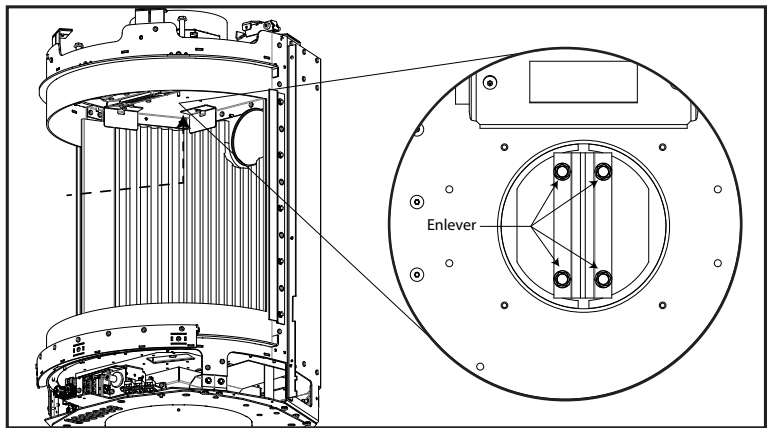

Figure 61: Retrait de la plaque de restriction
5. Faites tourner le disque de restriction à la main depuis l'intérieur de la chambre de combustion jusqu'à ce que les quatre (4) têtes de vis soient exposées ; retirez-les à l'aide d'une douille 5/16" (voir la Figure 61). Le loquet peut être desserré et déplacé s'il empêche le mouvement du restricteur.